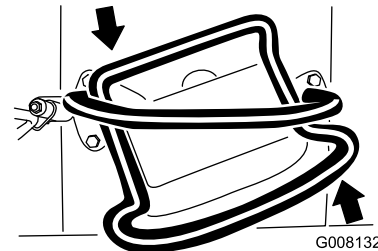

Figura 10
- Para girar a la izquierda, mueva el control de tracción en el sentido contrario a las agujas del reloj (Figura 10).